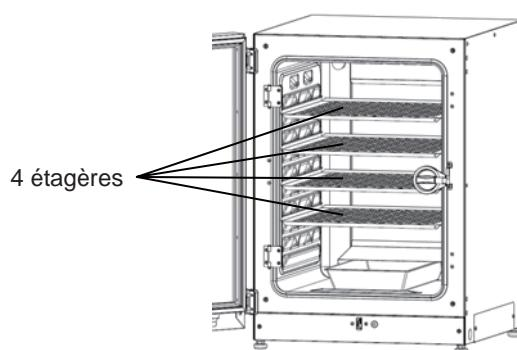

Fig. 2
3. Installez 4 étagères (Fig. 2).